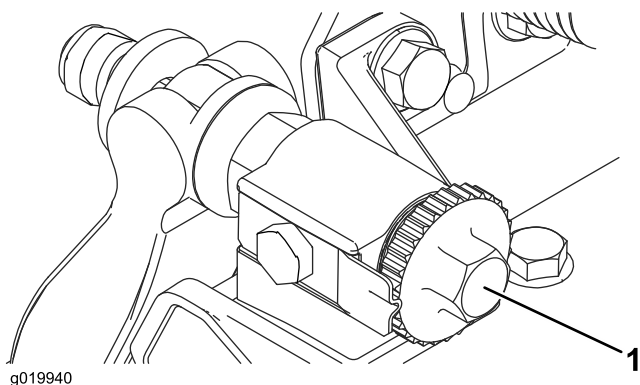

Figure 8
- Tournez les vis de réglage de la barre d'appui dans le sens antihoraire pour vérifier qu'elle ne touche pas le cylindre (Figure 8).